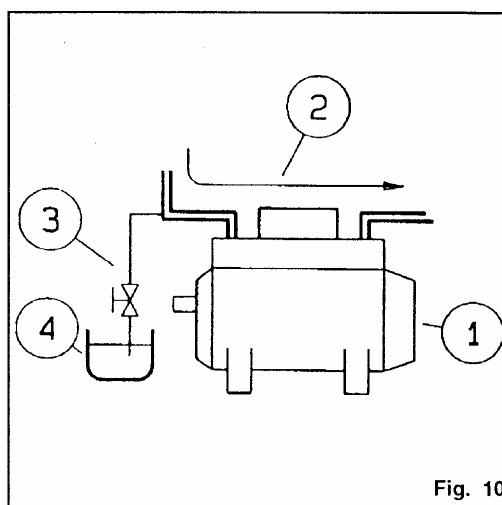

Fig. 10
**Lubrificazione addizionale Fig.10.**